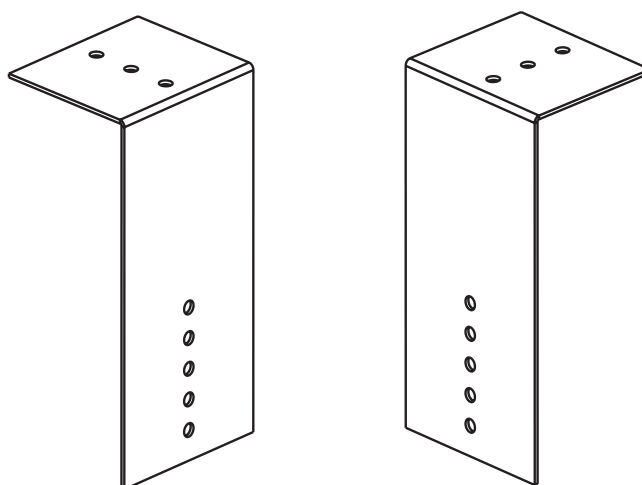

Figure 19. Supports de boîte d'adaptateur concentriques
4. Fixez des angles plus longs sur les supports de boîtier d'adaptateur concentriques (voir Figure 19) au boîtier d'adaptateur concentrique.
- b. Positionnez la boîte d'adaptateur concentrique pour qu'elle corresponde aux longueurs de tuyaux et fixez les angles courts des supports d'adaptateur concentriques (voir Figure 19) sous le toit à l'aide de la quincaillerie fournie sur place.